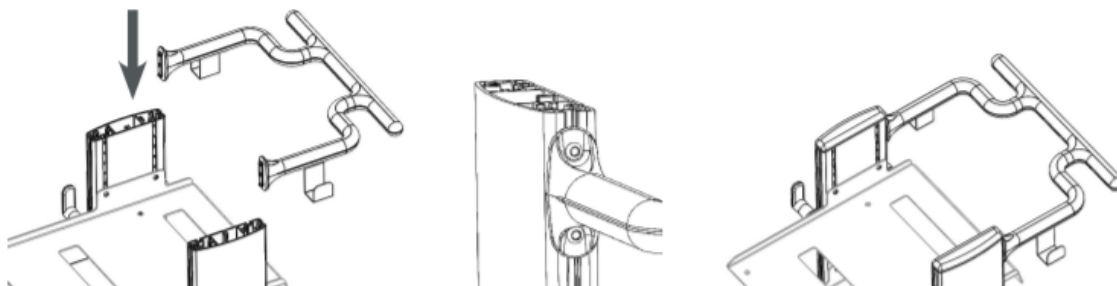

Figura 6 – Montagem da alça
- b. Aperte todos os 4 parafusos na alça do carrinho com a chave Allen de 4 mm fornecida. Consulte a Figura 6 abaixo.